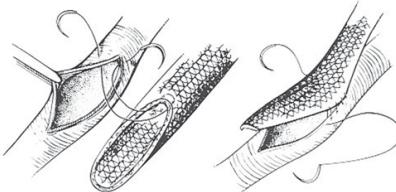

Fig. 5
2. Monofilamentärt polypropylen rekommenderas som suturmateriel. Under suturering, evertera protesens kanter och se till att hela väggens tjocklek och en nätmaska tas med varje stygn. Fig. 5. Användning av icke-skärande nålar under suturering rekommenderas.